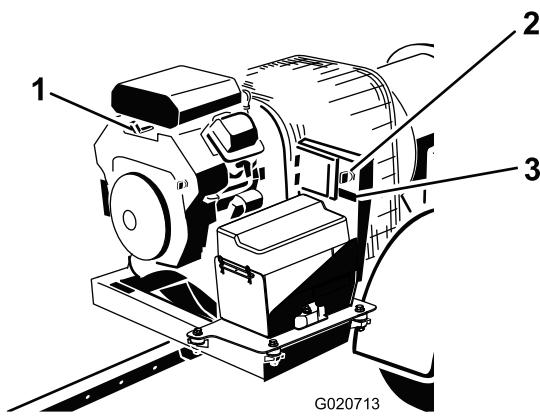

Bild 14
- Drehen Sie den Zündschlüssel auf die START-Stellung und lassen Sie ihn schnell auf die ON-Stellung gehen (Bild 14). Der Empfänger wird aktiviert.
4. Drehen Sie den Schlüssel beim Verlassen der Maschine in die OFF-Stellung und ziehen Sie ihn ab (Bild 14).